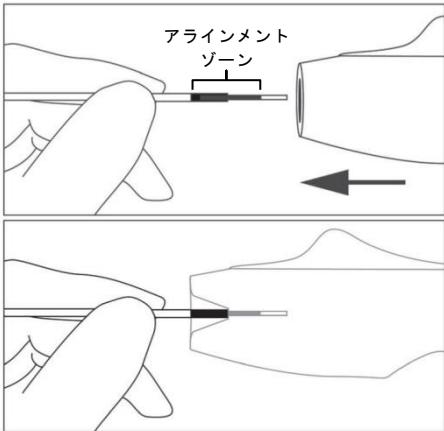

図 4
14. 黒色のアラインメントゾーンの遠位側でデリバリーブッシュヤーを把持する。デリバリープッシュヤーの近位端に沿わせてデタッチメントハンドルを前進させると、デタッチメントハンドルの差込口に黒色のアラインメントゾーンが完全に入り、デリバリープッシュヤーがデタッチメントハンドル内で固定される(図 4)。